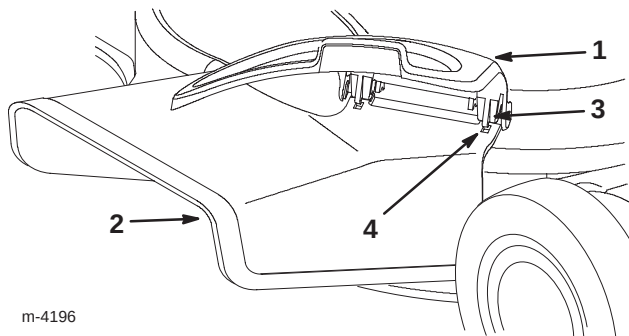

Abbildung 38
6. Den Auswurfkanal so über die Öffnung schieben, daß die Schlitz im Kanal auf die Zungen unter der Abdeckung ausgerichtet sind (Abb. 38).
3. Die Abdeckung der Seitenöffnung öffnen und die Seitenauswurfvorrichtung entfernen (Abb. 38).